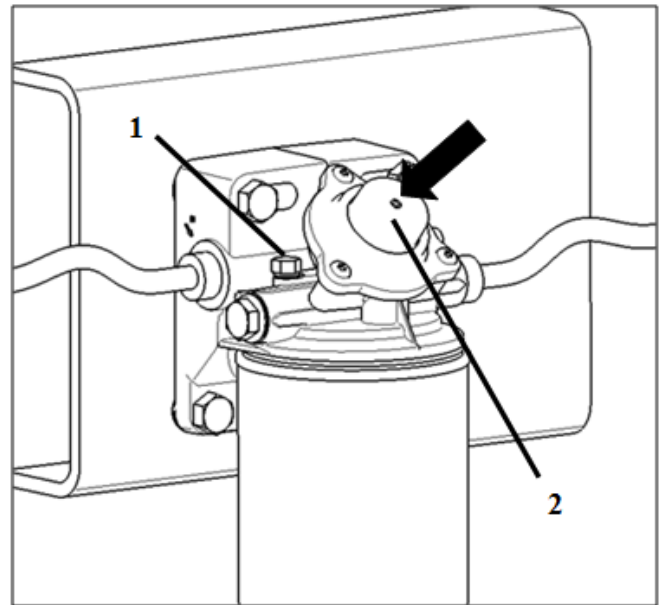

Fig. 6 Purge d'air
- Dévisser la vis de purge d'air (pos. 1, Fig. 6).
- Actionner la pompe d'amorçage manuelle (pos. 2, Fig. 6) et aspirer du carburant.